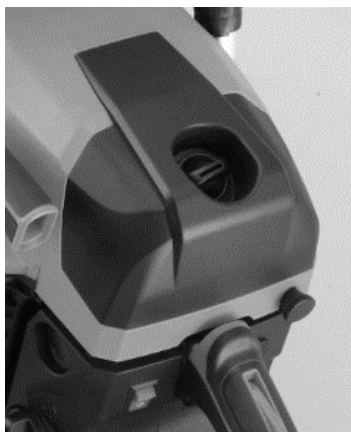

Рисунок 4. Схема розташування та фіксації відсіку повітряного фільтра.
5.1.3 Встановлення повітряного фільтра (рис. 4).